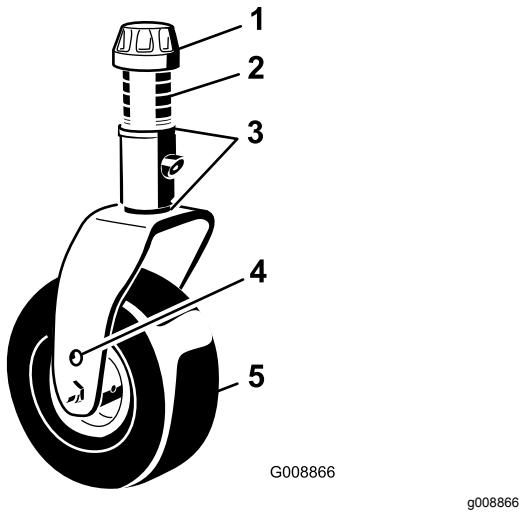

Figura 19
3. Coloque los ejes de las ruedas giratorias en los mismos taladros en ambas horquillas (Figura 19).
4. Retire el casquillo tensor del eje (Figura 19) y deslice el eje fuera del brazo de la rueda giratoria.